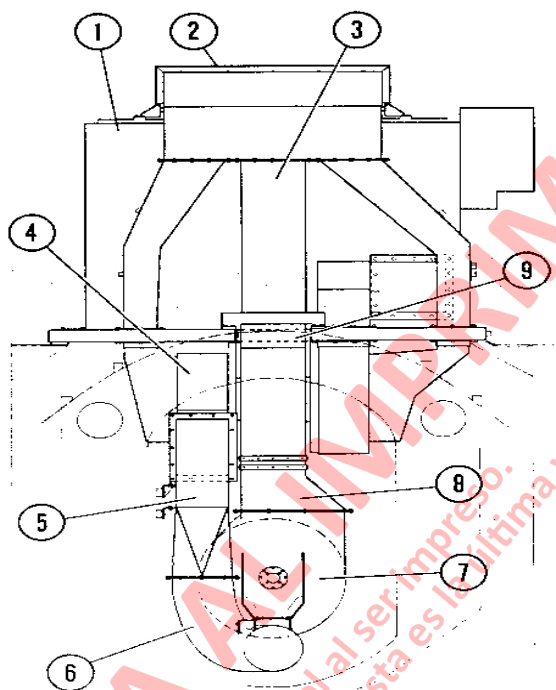

FIGURA 2-2. DUCTO PRINCIPAL DEL SOPLADOR DEL ALTERNADOR
3. Saque los ductos principales del soplador del alternador para proporcionar una tolerancia para poder sacar el motor de los montajes del sub-bastidor. (Consulte la Figura 2-2).
- b. Saque la estructura de transición de entrada del alternador (8) y la empaquetadura.
- c. Saque la estructura de transición del ducto de aire de enfriado del motor de la rueda (5).
7. Inspeccione las empaquetaduras de los ductos de enfriado del motor de la rueda/alternador y cambie si estuvieran dañadas. Monte la estructura de transición de entrada del alternador (8, Figura 2-2) y la estructura de transición del ducto del motor de la rueda (5).